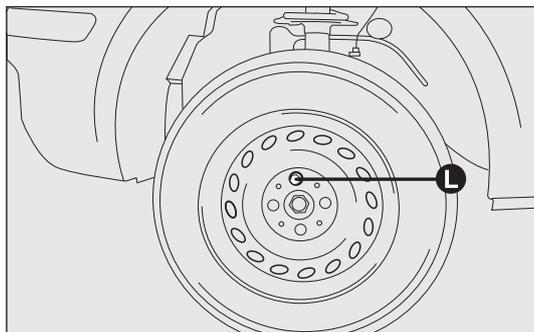

fig. 154
- pour les versions équipées d'enjoliveur, déposer le carter de la roue après avoir dévissé les 3 boulons le fixant et enfin dévisser le quatrième boulon L-fig. 154 et extraire la roue ;